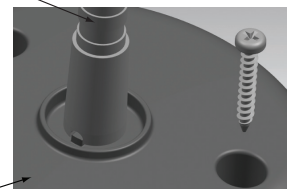

Figura 3
1. Coloque la placa metálica de la base (2) y la cubierta juntas (3) con el countersink de la parte inferior hacia afuera.
2. Inserte uno de los tornillos de cabeza plana (1) a través de la base y la cubierta.
3. Enrosque el Tubo Flexible (4) a la Placa Metálica y la Cubierta asegurándose de que la hendidura del Tubo Flexible (4) esté alineada con las ranuras de la cubierta tal y como se muestra en la figura 3. Apriételo firmemente.
4. Inserte la cubierta del Tubo Flexible (5) sobre el Tubo Flexible.
5. Introduzca la arandela elástica (6) en el perno roscado (7), situado en la parte inferior del soporte del escáner (8).
7. Seleccione la etiqueta de código de barras adecuada [Láser o Imager (9)], y péguela en el rebaje o zona habilitada en la cubierta de la base.